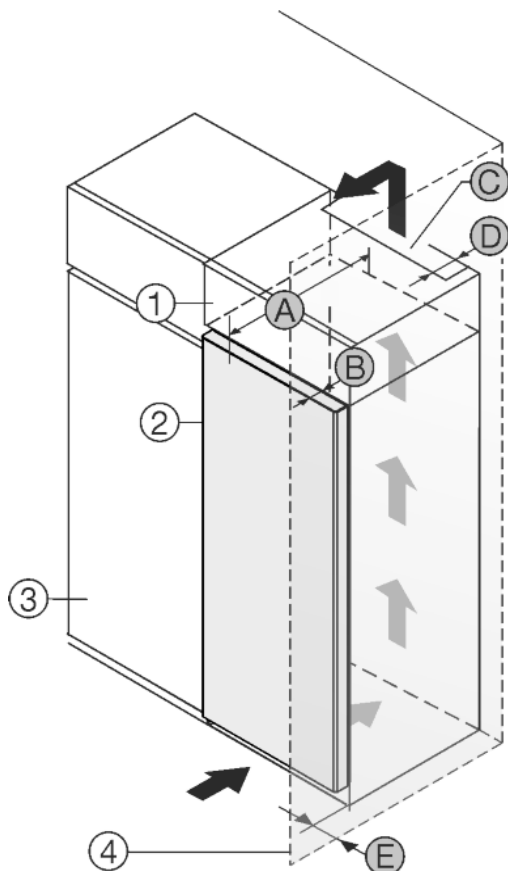

Fig. 1
Installer l'appareil directement à côté du placard de cuisine Fig. 1 (3).\*
Une sortie d'air avec la profondeur Fig. 1 (D) doit être présente au dos de la rehausse sur toute sa largeur.
La section de ventilation Fig. 1 (C) sous plafond doit être respectée.
Si l'appareil avec les charnières est installé près d'une paroi Fig. 1 (4), la distance entre l'appareil et la paroi doit être de 40 mm min. Ceci correspond à la saillie de la poignée avec la porte ouverte.